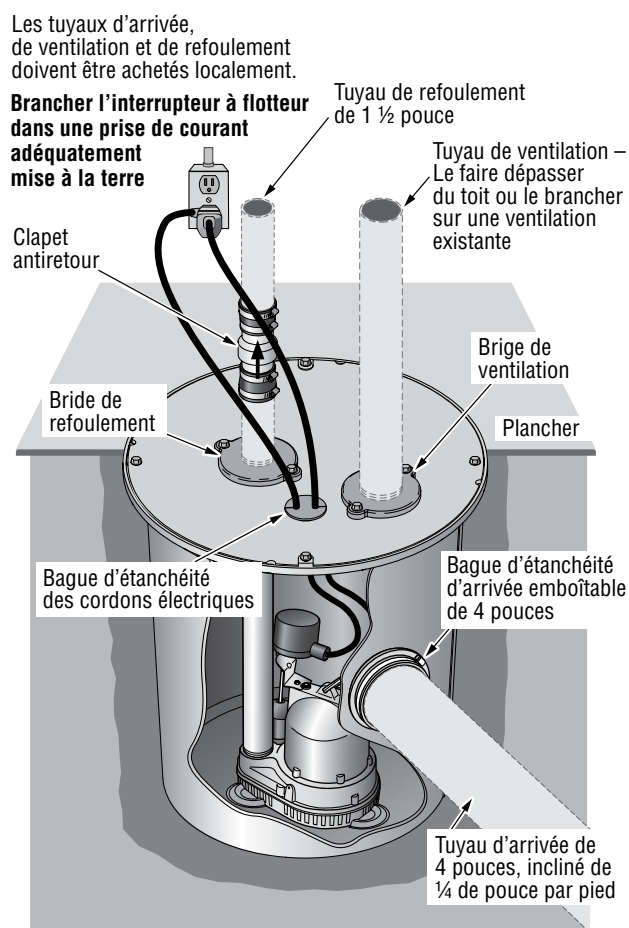

Figure 1 – Installation type
Instructions pour l'installation. Se reporter à la Figure 1.
- Creuser un trou pour le collecteur et la couche de fond. Le trou doit être suffisamment profond pour que le haut du collecteur affleure le niveau du sol fini. Se reporter à la Figure 1.
- Poser le clapet antiretour de 1-1/2 po (fourni) sur le tuyau de refoulement. Se reporter à la Figure 1. S'assurer que la flèche frappée sur le clapet indiquant le sens du débit est orientée à l'opposé de la pompe. Ce clapet empêchera l'eau de retomber dans le collecteur pendant que la pompe est arrêtée.